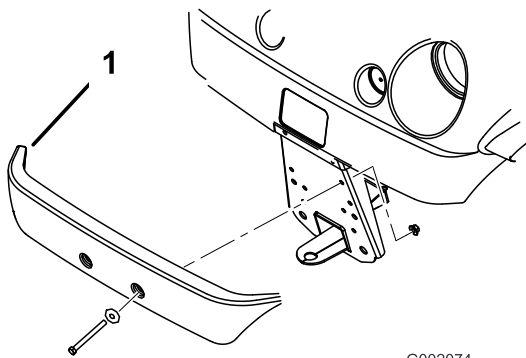

Bild 6
2. Fluchten Sie die Befestigungslöcher aus und befestigen Sie die Stoßstange mit den vorher entfernten Befestigungsteilen am Rahmen (Bild 6).